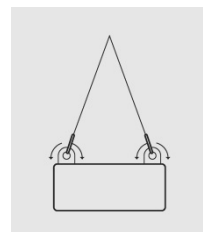

Bild 1: Richtig
- » Schäkel sollen nicht benutzt werden, wenn die Belastung nicht in Richtung der Längsachse verläuft (siehe Bild 1 und 2).